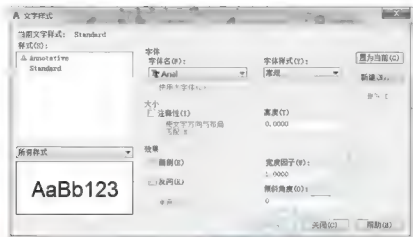

图 3.3 默认状态下的文字样式
(1) 执行菜单栏中的【格式】|【文字样式】命令, 打开【文字样式】对话框。默认状态下, 在【文字样式】对话框中有【Annotative】和【Standard】两种文字样式, 如图 3.3 所示, 且默认状态下, 【Annotative】和【Standard】文字样式的字体均为“txt.shx”。